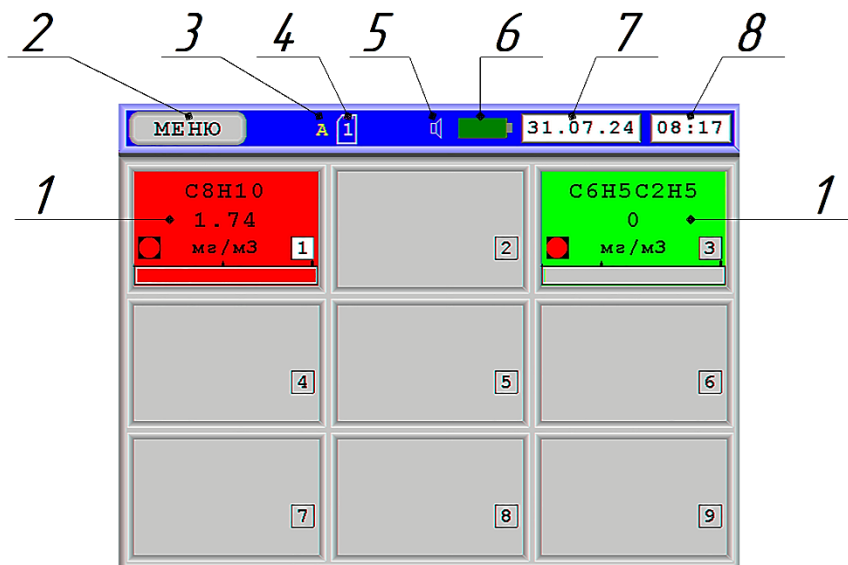
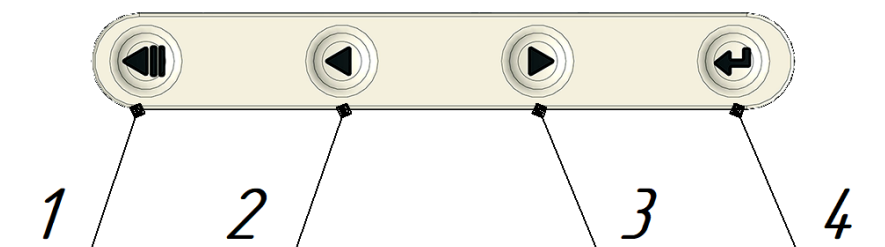

Рисунок 12 – Рабочий экран «ЭкоЛаб Плюс»
Рисунок 14 – Панель управления газоанализатором
Рабочий экран газоанализатора демонстрирует таблицу подключенных к нему датчиков (Рисунок 12).
Выбор конкретного датчика в рабочем окне газоанализатора (Рисунок 12) можно осуществлять и при помощи кнопок, расположенных на корпусе газоанализатора (поз. 2,3 и 4, Рисунок 14)
- физическим нажатием кнопки возврата на рабочий экран (поз. 1, Рисунок 14)